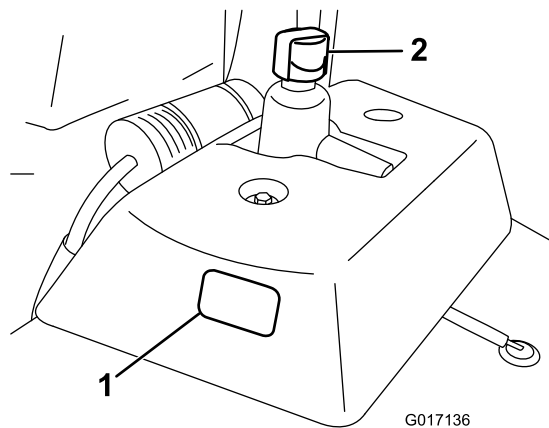

Figure 22
1. Placez la machine sur une surface plane et horizontale. Attendez que la machine ait refroidi pour que l'huile soit froide. Vérifiez le niveau d'huile à travers le viseur situé sur le côté du réservoir d'huile auxiliaire (Figure 22). Le niveau d'huile est suffisant s'il se situe entre les deux repères du viseur.